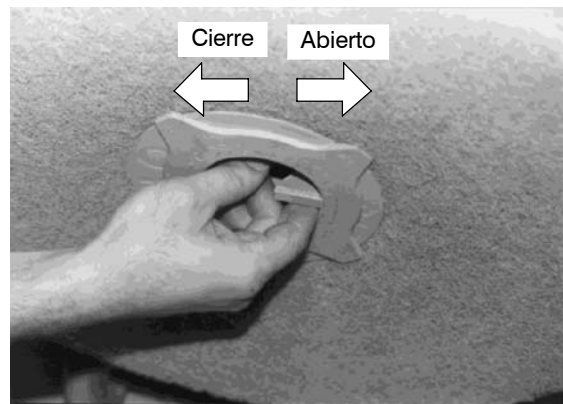

FIG. 3
3. Retire el cierre central de plástico del impulsor de la almohadilla girándolo en el sentido de las agujas del reloj. Coloque la almohadilla en el centro del impulsor de la almohadilla y ajuste y fije el cierre central en su sitio girándolo en sentido contrario al de las agujas del reloj (Figure 3).